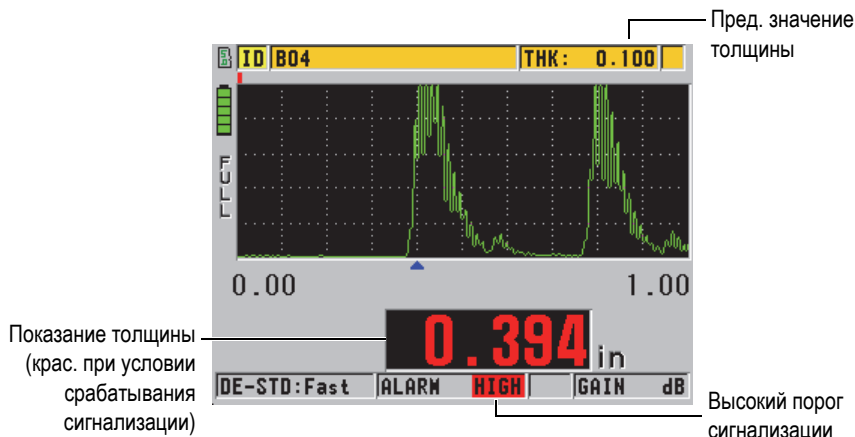

Рис. 7-4 Высокий порог сигнализации (HIGH) [с опцией А-скан]
- Высокий (**HIGH**) или низкий (**LOW**) индикатор сигнализации загорается на красном фоне в нижнем правом углу экрана измерений (см. Рис. 7-4 на стр. 148).